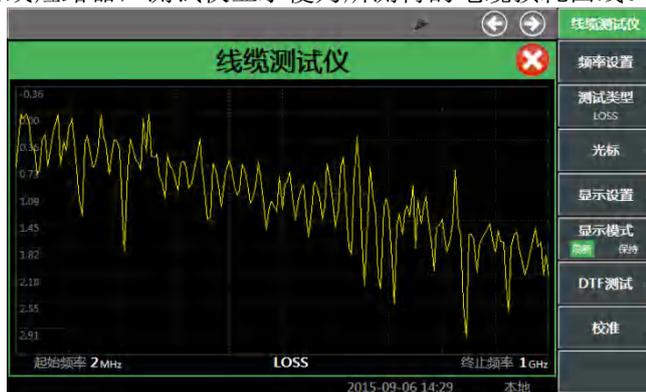

图 4-18 电缆损耗测试结果
- 校准：点击右侧菜单[校准]软键，点击[开始校准]，根据提示连接校准件完成校准。校准完成后，将被测电缆连接到测试仪器，为了保证电缆损耗测量的准确性，被测电缆的终端要连接开路器或短路器，测试仪显示便为所测得的电缆损耗曲线。如图 4-18 所示：